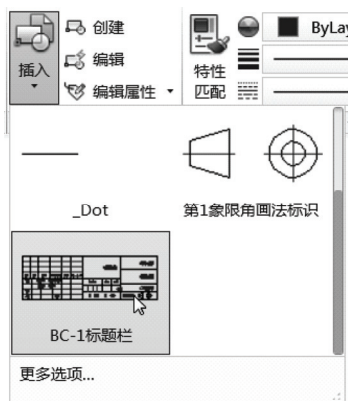

图 6-60 插入块设置
2) 在功能区“默认”选项卡的“块”面板中单击“插入块”按钮,接着从弹出的块列表中选择“BC-1 标题栏”块,如图 6-60 所示。